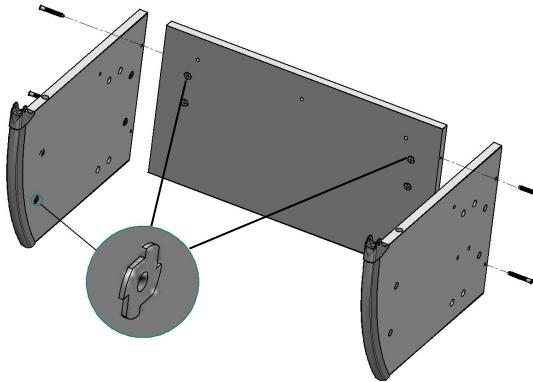

Рис. 1
- 4.1.1. К стенке задней (поз. 3) прикрутить с помощью винтов конфирмат (поз. 1, пакет № 29) стенку боковую левую (поз.1) и стенку боковую правую (поз. 2), см. рис. 1.